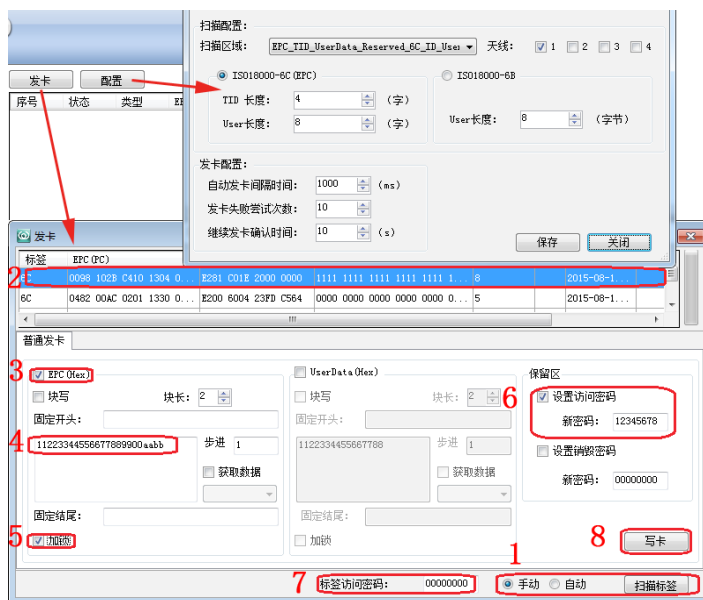

图3-48
1. 在发卡界面中，点击“配置”即可对“扫描配置”及“发卡配置”参数进行设置并保存，如图3-48